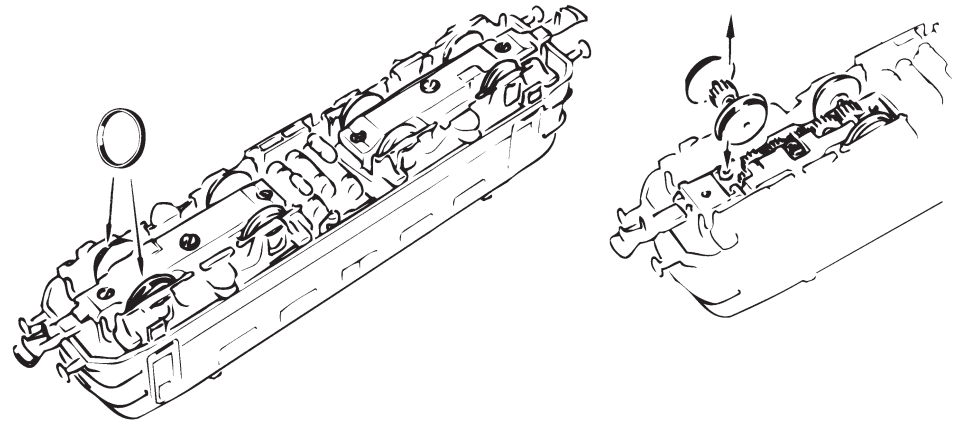

Fig. 9
4. Kohlebürstenwechsel: Lokgehäuse abnehmen (Fig. 3). Danach wird der Motor ausgebaut und die Kohlebürsten ausgewechselt (Fig. 9).
4. Carbon Brush Changing: First remove loco body (fig. 3), and then the motor (fig. 9).
4. Remplacement des balais du moteur: Démontez la caisse (voir fig. 3). Démontez ensuite le moteur et échangez le balais (fig. 9).